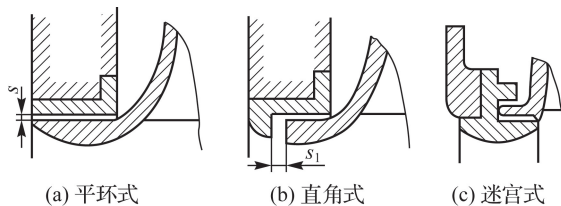

图 1-10 密封环形式
叶轮吸入口外圆直径与固定的泵壳之间存在间隙,使叶轮出口处的液体通过叶轮进口外圆直径与泵盖之间的间隙回流到泵的吸入口,这种泄漏称为内漏。因此,必须在泵壳和叶轮吸入口外圆直径之间安装密封环以减少泄漏。密封环有些安装在叶轮吸入口外圆直径上,有些安装在泵的壳体上。密封环按其轴截面的形状可分为平环式、直角式和迷宫式 3 种,如图 1-10 所示。
(1)平环式密封环。图 1-10(a)所示为平环式密封环结构示意图。由于泄漏液体具有相当大的速度,而且泄漏液体的运动方向与进入叶轮的液体主流方向相反,因而在叶轮入口处会产生较大的涡流和冲击,使叶轮的进口条件恶化,因此平环式密封环只适用于低扬程泵。这种密封环的单侧径向间隙 s 一般为 $0.1\sim 0.2\text{ mm}$,结构简单,制造方便,但密封效果差。
(2)直角式密封环。图 1-10(b)所示为直角式密封环结构示意图。由于泄漏液体在旋转 90° 之后速度就降低了,流动方向与液体主流方向垂直,因而造成的涡流损失和冲击损失比平环式密封环小,其密封效果也较平环式好,目前应用比较广泛,主要在中开双吸泵上应用较多。直角式密封环的轴向间隙 s_1 比径向间隙大得多,一般为 $3\sim 7\text{ mm}$ 。
(3)迷宫式密封环。图 1-10(c)所示为迷宫式密封环结构示意图。由于增加了密封间隙的沿程阻力,因而密封效果更好,但迷宫式密封环结构复杂,对制造及安装工艺要求高,故在一般离心泵中很少采用,主要用在高压离心泵中。